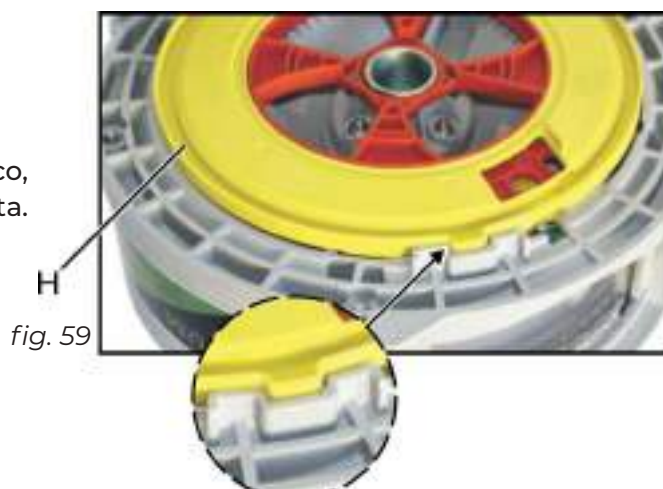

fig. 59
4- Após, encaixe o anel adaptador (H) (fig. 59) no disco, obedecendo o posicionamento conforme indica a seta.